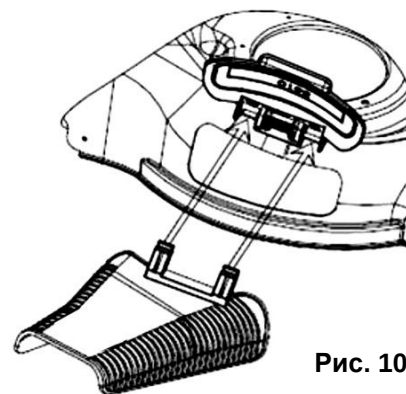

Рис. 10
- Открыть боковую крышку мульчера (10) (См. Рис.1) и присоединить направляющий дефлектор (См. Рис.10).